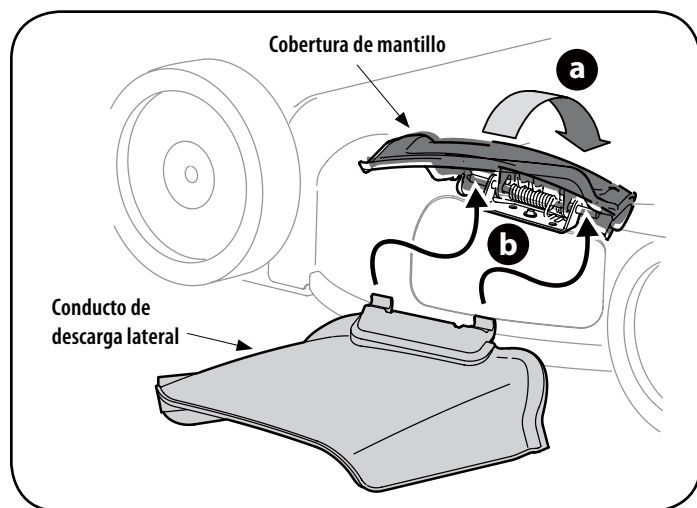

Figura 9
1. En el costado de la cortadora de césped, levante la cubierta del mantillo. Véase la figura 9.